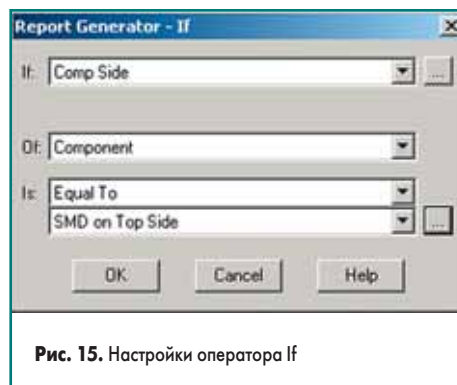

Рис. 15. Настройки оператора If
На экране появится диалоговое окно Report Generator – If (рис. 15).
37. Выполним все настройки в этом окне, как показано на рис. 15, а именно: в выпадающем списке If выберем параметр Comp Side; в выпадающем списке Of выберем тип объектов Component, обладающих этим параметром; в выпадающем списке Is выберем условие сравнения Equal To и в самом нижнем списке — значение параметра для сравнения SMD on Top Side.